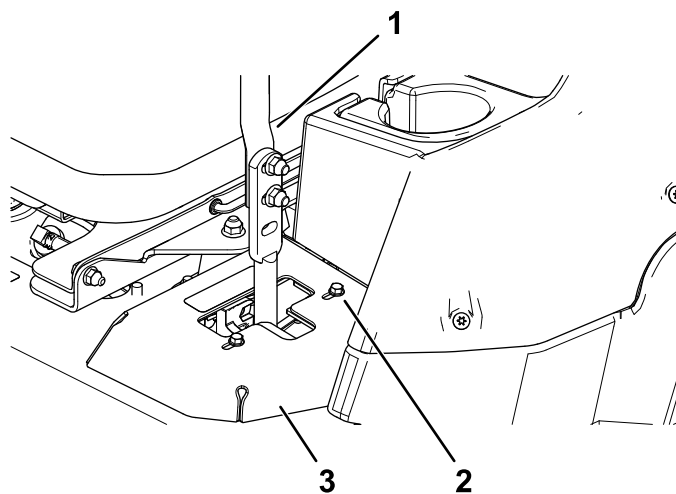

Figure 55
- Si elle se déporte à droite, desserrez les boulons et déplacez la plaque de butée gauche en arrière sur la fente en T gauche, jusqu'à ce que la machine se déplace en ligne droite (Figure 55).
- Si elle se déporte à gauche, desserrez les boulons et déplacez la plaque de butée droite en arrière sur la fente en T droite, jusqu'à ce que la machine se déplace en ligne droite (Figure 55).
6. Serrez les boulons de la plaque (Figure 55).